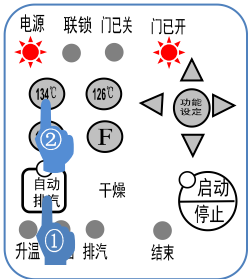

图 12
❶ 放好灭菌物，闭合上盖，将门开关手柄扳至 位置，门已关灯亮起，需在“未按启动键”的状态下设定灭菌温度与灭菌时间。
① **一键式操作：**当用户所需灭菌温度为操作面板上规定的 3 种灭菌温度中的其中一种，可选用一键式操作模式。
1. 按操作面板上的“自动排气”键，再按所需的“灭菌温度”键。图 12